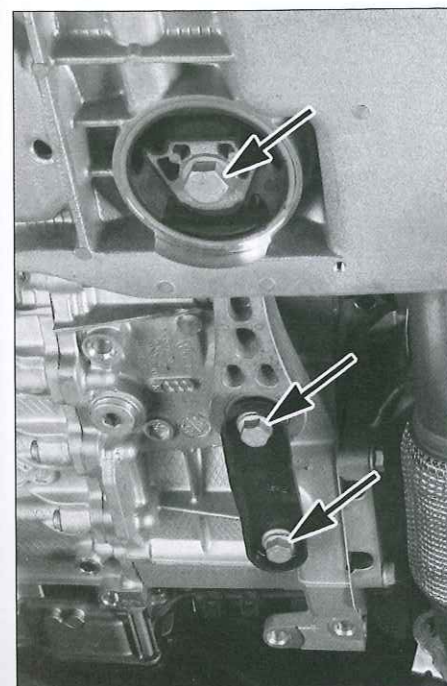

Fig. 76
- los tornillos y la bieleta de reacción (Fig.76).